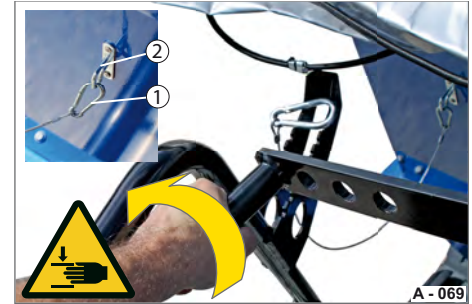

Abb. 60 Rollverdeck aufrollen
- ▶ Lösen Sie den Karabiner (Abb. 60/1) aus der Öse (Abb. 60/2) an der Stirnwand.